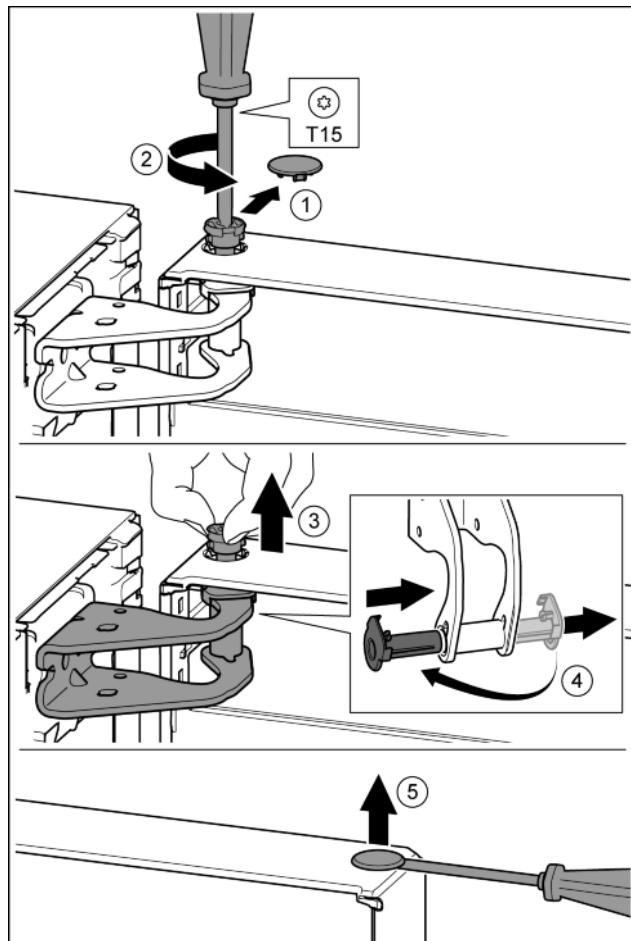

Fig. 9
- Uzmanīgi noņemiet aiztura pārsegu. Fig. 9 (1)
- Ar skrūvgriezi T15 mazliet izskrūvējiet tapu. Fig. 9 (2)
- Noturiet durvis un izskrūvējiet tapu ar pirkstiem. Fig. 9 (3)
- Izvelciet gultņa ieliktni no vadīklas. Ievietojiet un nofiksējiet no otras puses. Fig. 9 (4)
- Uzmanīgi ar plakano skrūvgriezi paceliet un izvelciet ārā aizbāzni no durvju gultņa ieliktna. Fig. 9 (5)